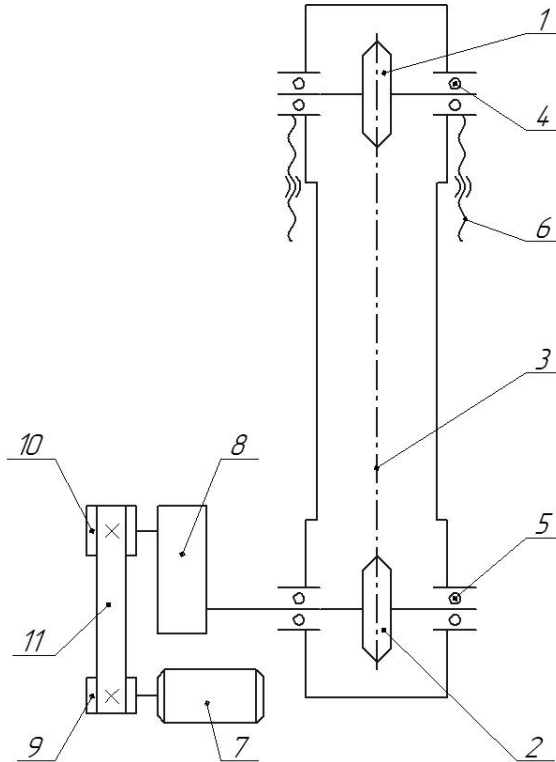

Рис.10 Схема кинематическая
Кинематическую схему нории и схему расположения подшипниковых узлов см. рис.10.
- 5) проверить наличие смазки в подшипниковых узлах и необходимый уровень масла в редукторе. Место расположения подшипниковых узлов см. схему на рис.10;